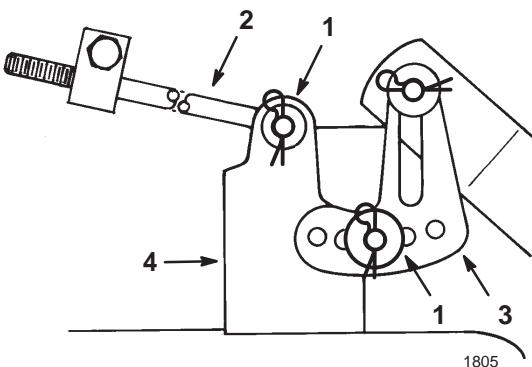

Figure 43
- 11.** Glissez l'extrémité de la longue tige dans le trou du support du plateau (Fig. 43)
13. Montez la patte de mise à niveau du plateau de coupe sur l'axe du bras de hauteur de coupe (Fig. 43) et fixez le plateau de coupe au moyen de la rondelle et de la goupille fendue. Répétez la procédure de l'autre côté du plateau de coupe.